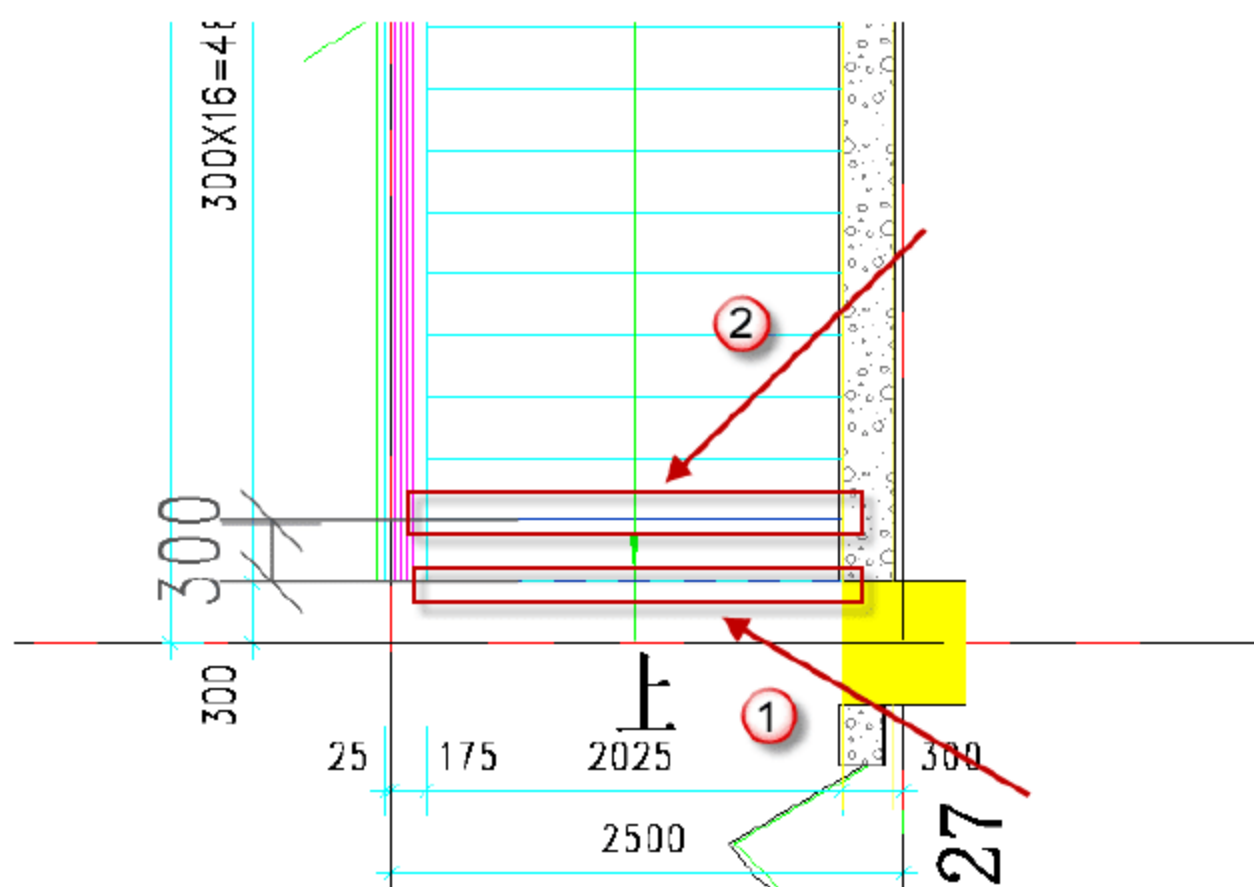

图 10.5.26 测量楼梯踏步尺寸
(4) 测量踏板深度尺寸。按快捷键 D+I 测量楼梯实际踏板深度，测得踏板深度为“300mm”，测量完成后按 Esc 键完成操作，如图 10.5.26 所示。